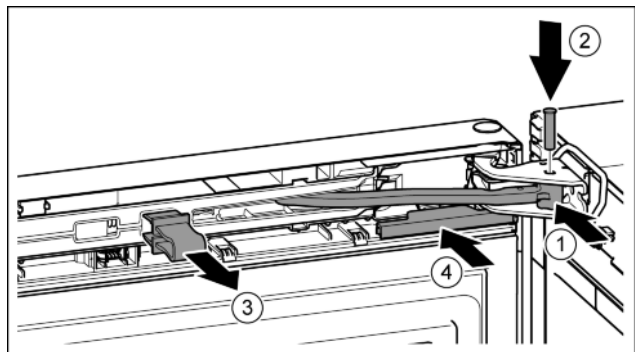

Fig. 41
- ▶ Gelenk in Lagerbock drehen. Fig. 41 (1)
- ▶ Bolzen in Lagerbock und Gelenk einsetzen. Dabei darauf achten, dass der Rastnocken korrekt in der Nut sitzt. Fig. 41 (2)
- ▶ Sicherung abnehmen. Fig. 41 (3)
- ▶ Abdeckung aufschieben. Fig. 41 (4)